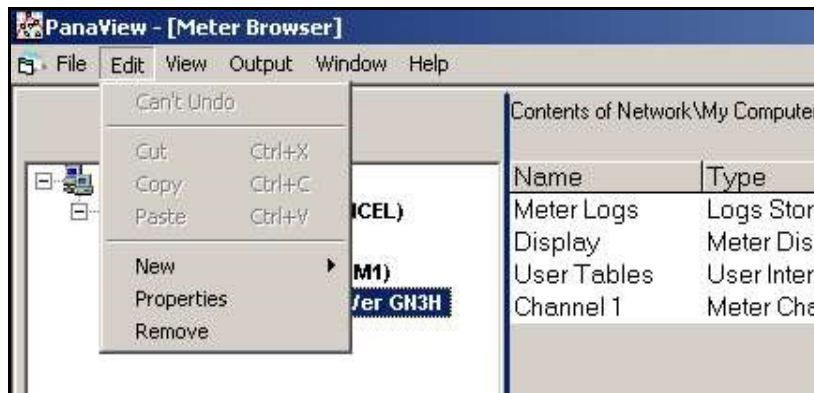

Figure 26: option *Properties* (Propriétés) du menu *Edit* (Édition)
2. Ouvrez le menu *Edit* (Édition) et sélectionnez l'option *Properties* (Propriétés), comme illustré *Figure 26*.